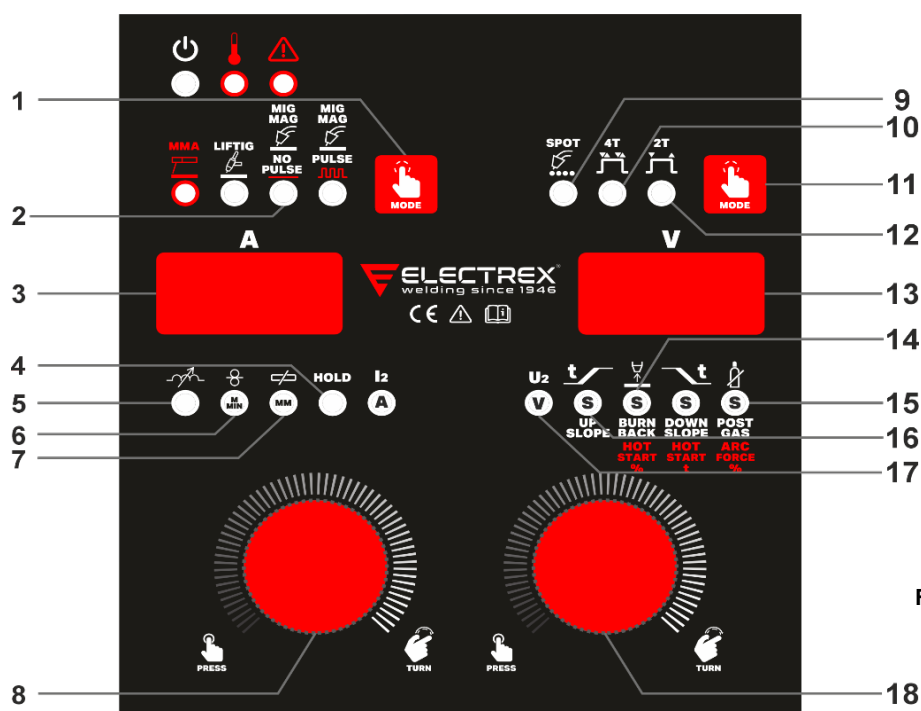

Fig 7.
- Selecione o modo de soldadura MIG/MAG com corrente MIG/MAG não pulsada (2 - Fig. 7). Nota: a soldadura pulsada não está disponível no modo não-sinérgico.
8.2.1. Parâmetros em soldadura MIG/MAG NÃO SINÉRGICA (ver Fig.7)
Modo soldadura temporizada a pontos MIG/MAG (9 - Fig. 7) - Quando selecionado indica que a máquina está no modo de soldadura a pontos MIG/MAG. Para selecionar esta função, pressione a tecla 11 - Fig.7 até o led 9 acender. Regule o tempo do ponto pressionando o botão direito (18 - Fig.7) até que o display esquerdo (3 - Fig. 7) mostre o SPT e gire-o para o tempo desejado. Inicie a soldadura por pontos pressionando o gatilho da tocha e continue pressionando até o final do programa de soldadura MIG regulado (consulte as páginas seguintes). Começar a soldar.